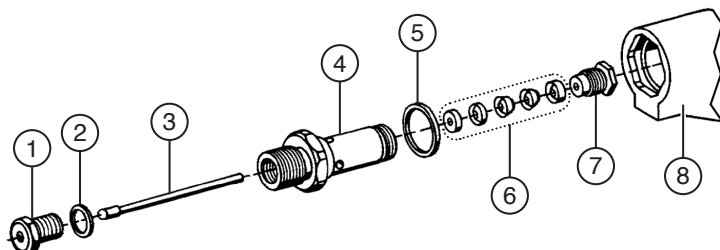

fig. 17: Garnitură de etanșare și acul supapei
3. IntroduceȪi cheia imbus furnizată Ȫntr-una dintre orificiile de la mașonul de ghidare (vezi fig. 17 pornit pagina 39).
4. RotiȪi mașonul de ghidare astfel Ȫncât știftul filetat să fie poziȪionat Ȫn spaȪiul corpului pistolului (vezi fig. 17 pornit pagina 39).